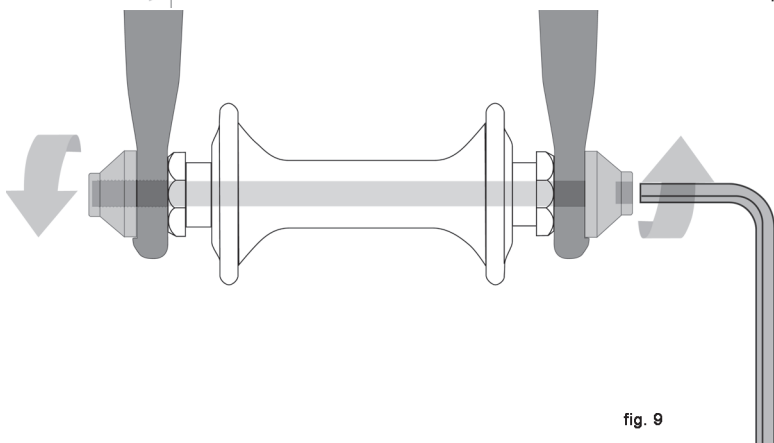

fig. 9
- Durch die hohle Nabenachse wird eine Spannachse mit Gewindemutter am einen und Innensechskant-Aufsatz, Spannhebel oder sonstigem Spannmechanismus am anderen Ende gesteckt (siehe Abb. 9)